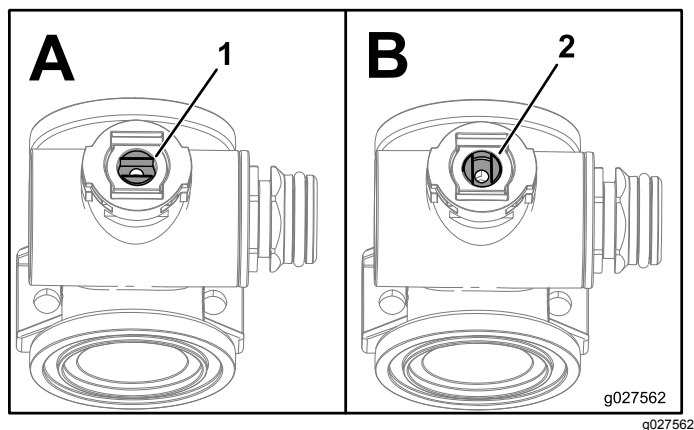

Bild 107
1. Drehen Sie den Ventilschaft so, dass er in der geschlossenen Stellung ist (B in Bild 107).
3. Drehen Sie den Ventilschaft so, dass die Kugel in der geöffneten Stellung ist (A in Bild 107).
7. Drehen Sie den Ventilschaft so, dass das Ventil geschlossen ist (B in Bild 107).